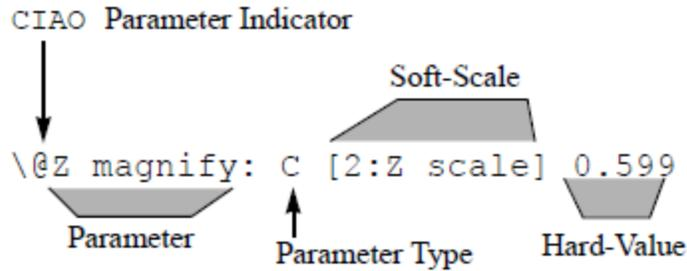

图4.2.1 比例CIAO参数图解
比例CIAO参数格式为：C [进行比例运算的参数]硬件数值。例如图4.2.1所示。
- 其中的[进行比例运算的参数]为需要进行比例运算的参数。例如图4.2.1中的Z magnify，就是指这个系数将来要作用到“Z scale”上以对标尺量程进行缩放。
- 比例CIAO参数所用到的参数通常都不会影响数据本身，例如图4.2.1中距离的Z magnify，它只是用于调整Nanoscope Analysis中的高度显示，并不影响高度数据本身。
图像文件中左下角的像素点，对应于数据文件中列出的第一个数据点；然后从左至右，依次对应于数据文件中的数据点。完成一行后，再前往其上一行的最左侧数据，依次排列。如图4.2.1所示。